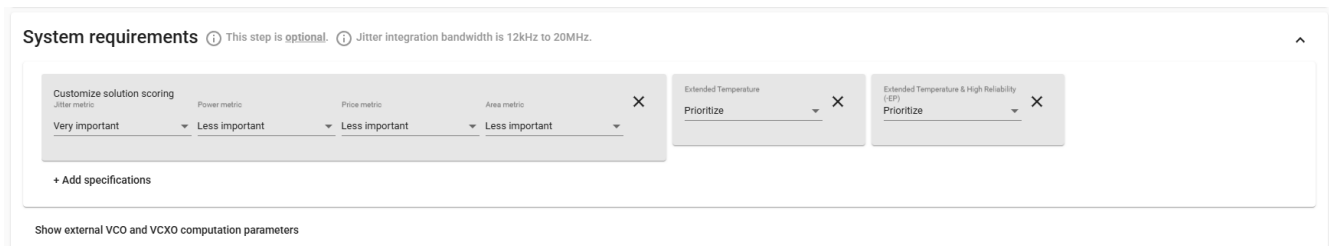

图 9-1. 系统要求部分
2. 在系统要求下设置您的应用要求。在本示例中，目标是最大限度提高转换器的 SNR，因此将抖动指标设置为非常重要，所有其他参数设置为不太重要，如图 9-1 所示。
- a. 单击 + 添加规格按钮，优化系统要求。在本示例中，我们选择了扩展温度范围和高可靠性 (-EP) 和扩展温度范围，并将两者都设置为优先，如图 9-1 所示。选择需要、降低优先级和排除。需要和排除不考虑时钟数据库中的某些部件，优先和降低优先级考虑数据库中的所有部件并赋予某些部件更大的权重。其他系统规格包括编程方法、标准合规性以及整体系统功耗、面积、抖动和价格预算，如图 9-2 所示。